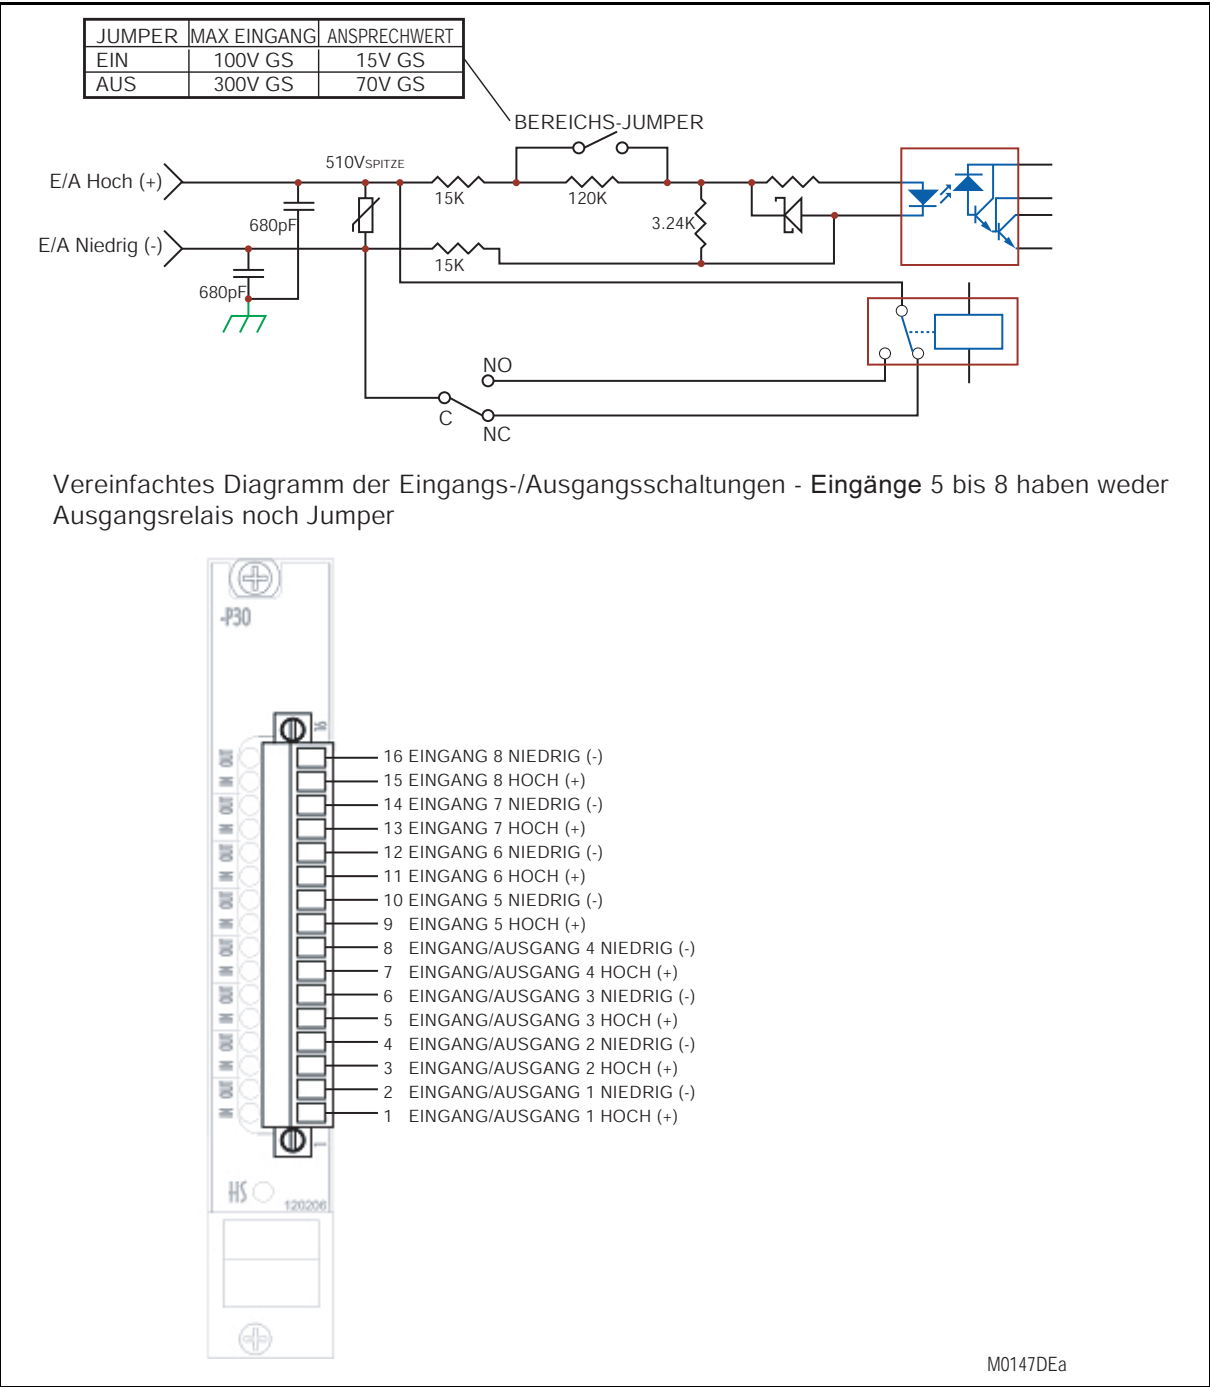

ABBILDUNG 12 - VEREINFACHTE EINGANGS-/AUSGANGSSCHALTUNG UND ANSCHLUSSZUWEISUNG
1. Entfernen Sie die sechs Schrauben (drei pro Seite), so wie es in Abbildung 12 angezeigt wird und setzen Sie die mit PCB 712 markierten Schilder ab. Identifizieren Sie die Hauptschaltungsplatinen, aus denen die P31-Baugruppe besteht. Sie sind folgendermaßen benannt: 693, 692 und 716.